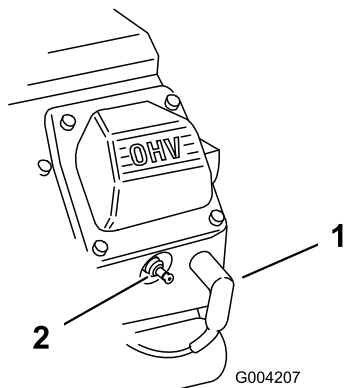

Figura 50
2. Staccate il cappello dalle candele (Figura 50).
3. Collegate i cappellotti alle candele (Figura 50).